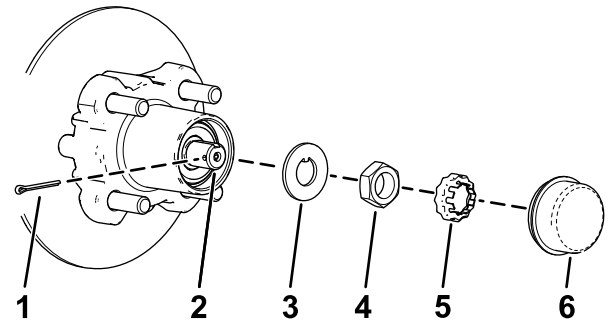
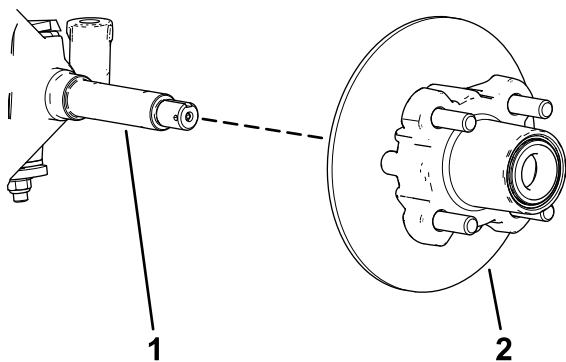

Bild 29
Bild 30
4. Nehmen Sie den Staubdeckel von der Radnabe ab (Bild 29).
5. Nehmen Sie den Splint und die Mutterbefestigung von der Spindel und der Spindelmutter ab (Bild 29).
6. Nehmen Sie die Spindelmutter von der Spindel ab und trennen die Radnabe und den Drehzylinder von der Spindel ab (Bild 29 und Bild 30).